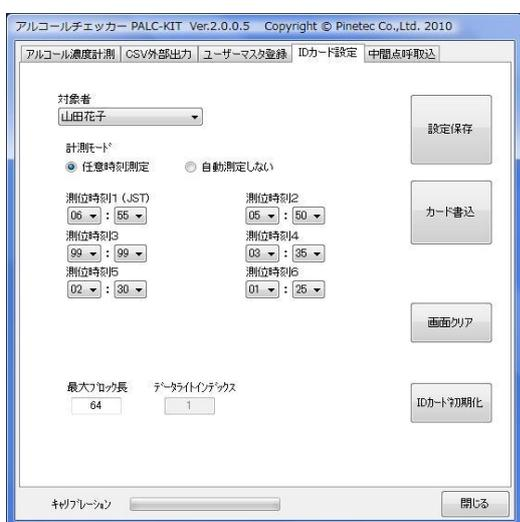

図 90 ID カードの設定入力画面
②管理権限のある ID カードをかざすことにより図 90 の画面に切り替わります。
③対象者のコンボボックスから ID カードの設定を行いたい人を選択します。